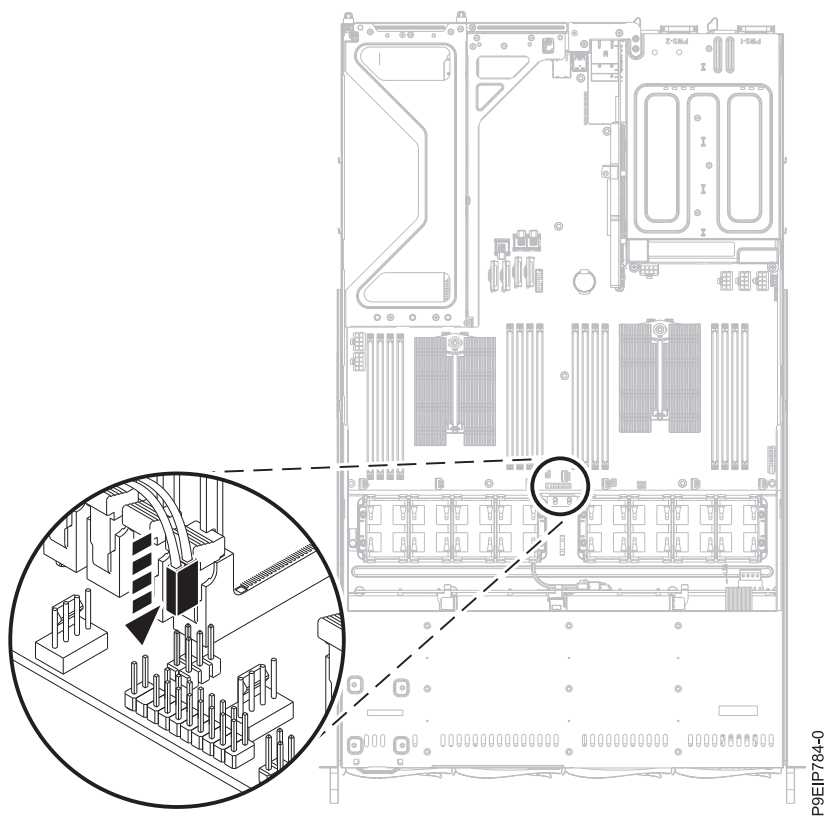

Figura 51. Substituindo o cabo do comutador da tampa
20. Substitua o cabo do comutador da tampa no painel traseiro do sistema, conforme mostrado na Figura 51 na página 52.